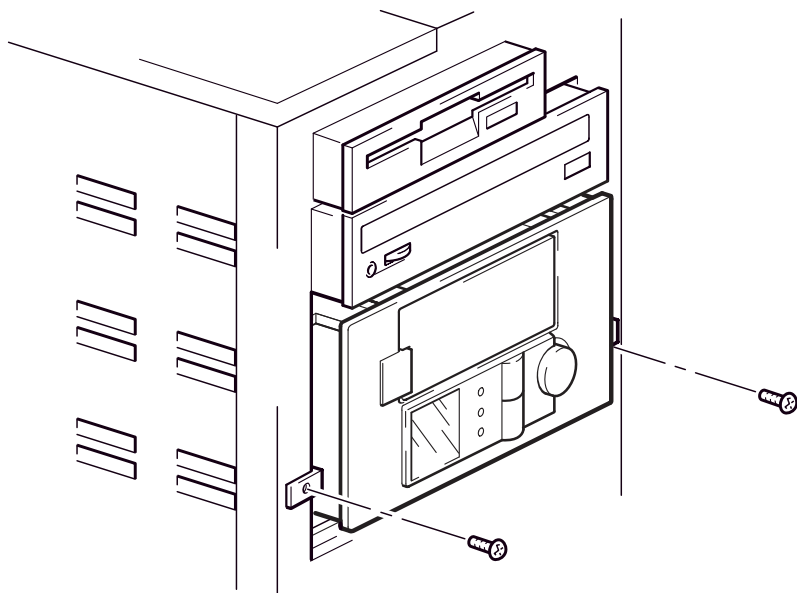

Figura 10a: fixar o autoloader no hardware de montagem
- 1 Fixe o autoloader no lugar. Para fixar o autoloader no lugar, use os parafusos removidos no “Passo 4: Preparar a baia de montagem” na página 17, como mostra a figura 10a.